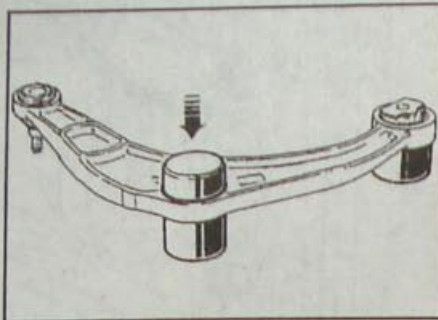

Рис. 10.11. Запрессовка переднего сайлент-блока в нижний рычаг передней подвески
- Приспособлением T.AV. 1274 запрессуйте новый сайлент-блок до тех пор, пока установочная втулка не коснется опорной поверхности рычага подвески (рис. 10.11).